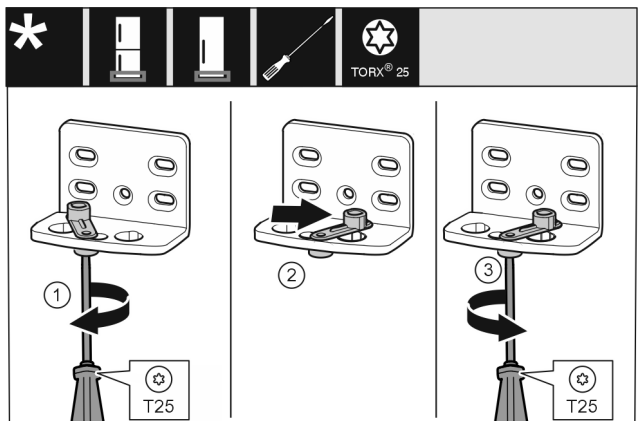

Fig. 17 *
- Lironi plotësisht vidën Fig. 17 (1) me një kaçavidë.*
- Ngrini lart ndihmën e mbylljes së derës Fig. 17 (2) dhe rrotullojeni brenda vrimës me 90° nga e djathta.*
- Mbërtheni fort vidën Fig. 17 (3) me kaçavidë.*